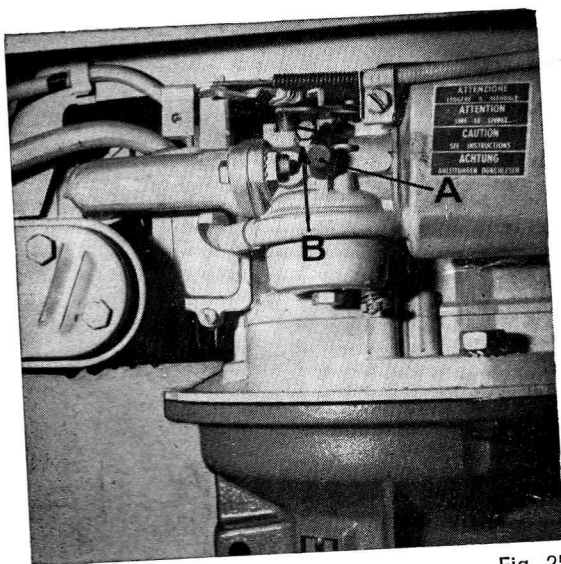

Fig. 25
- Amener le moteur au ralenti, vérifier et, s'il le faut, retoucher un peu la position de pré-réglage de la vis « A » jusqu'à ce que le moteur fonctionne parfaitement ; si la vitesse du moteur est trop élevée, il faut la réduire en desserrant la vis « B » (fig. 25).